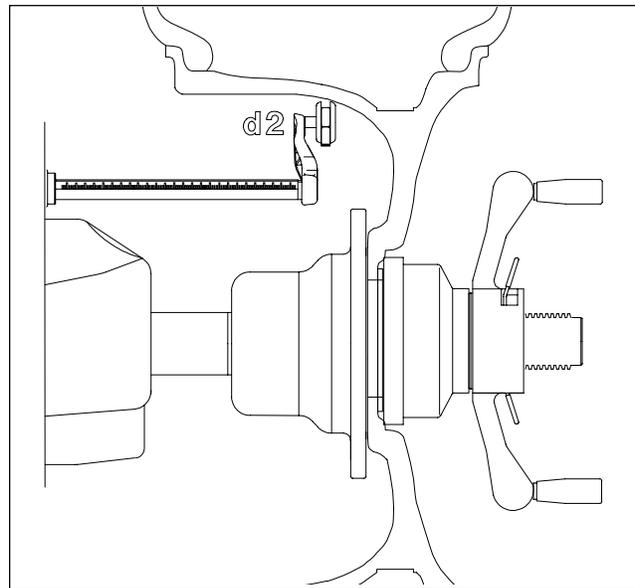

Figure 32
3. Déplacer le bras paramètre dans la position poids droit, la machine affiche "d - 2" quand le bras se déplace. Voir Figure 32. La sonnerie haute se déclenche quand les dimensions sont entrées. Ramener le bras de mesure à la position de repos, la sonnerie basse indiquera qu'il est possible de continuer.